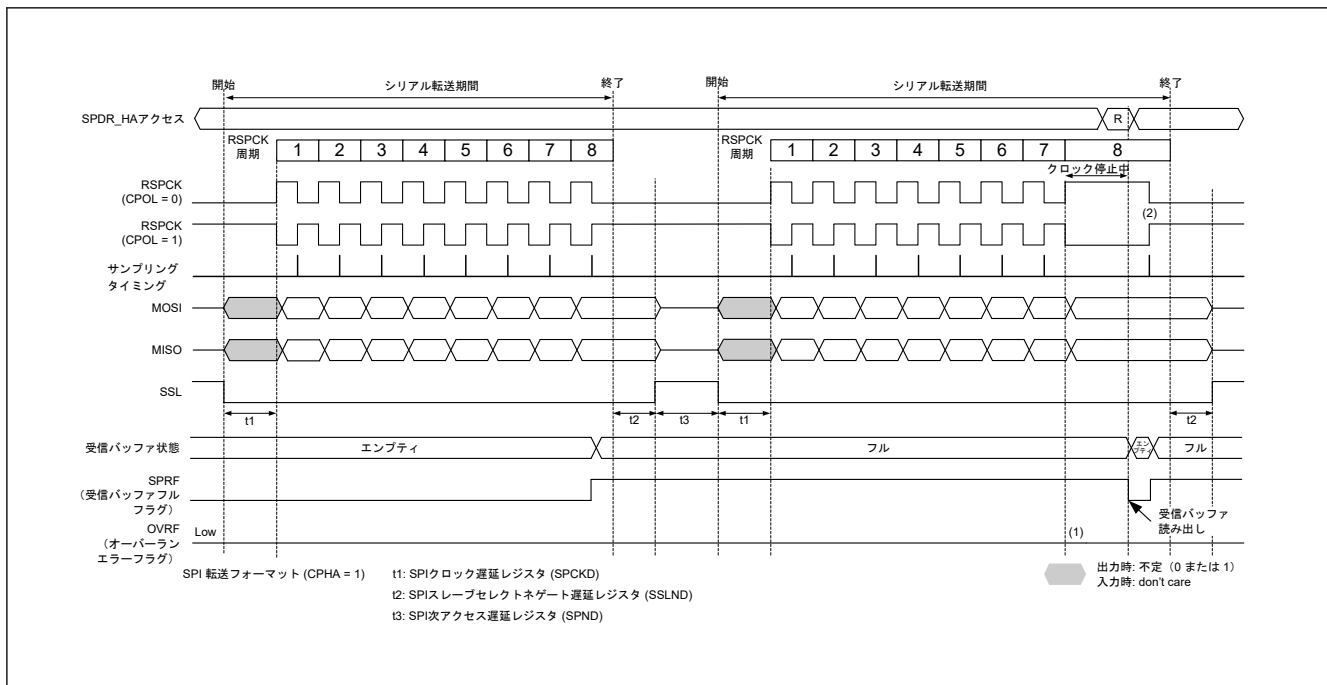
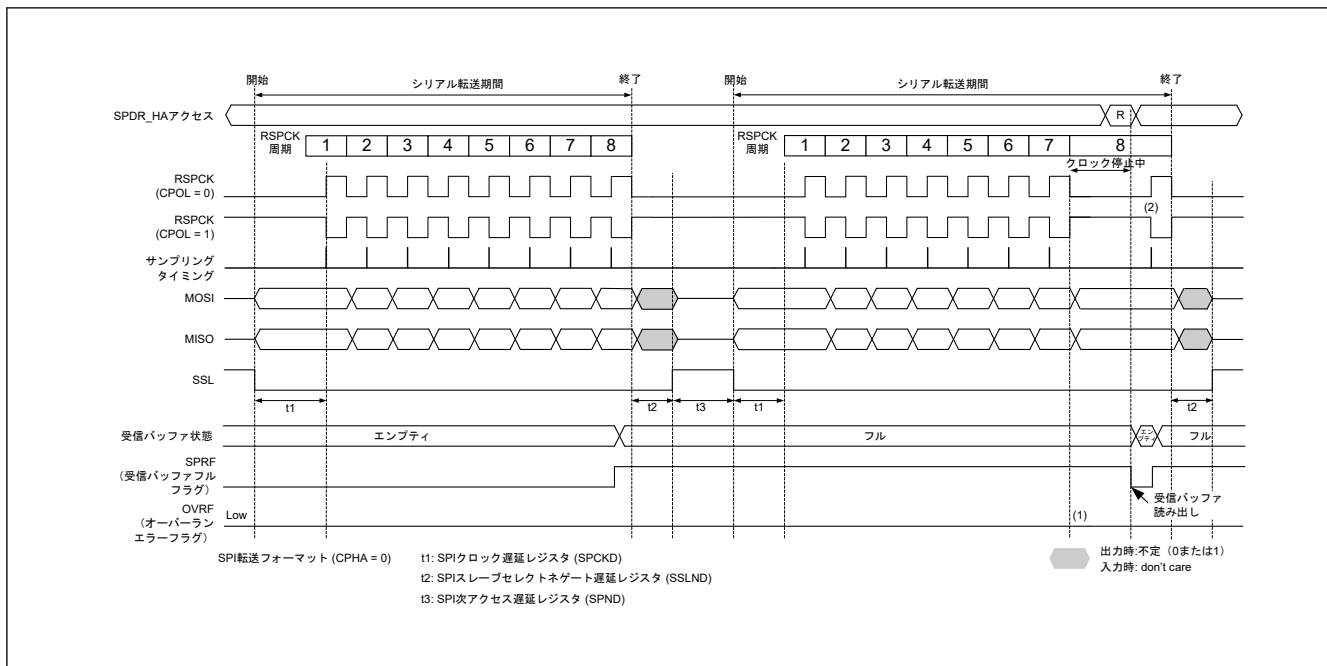

図 32.38 マスターモードの受信バッファフルの状態でのシリアル転送が継続するときのクロック停止波形 (CPHA = 1)
図 32.39 マスターモードの受信バッファフルの状態でのシリアル転送が継続するときのクロック停止波形 (CPHA = 0)
マスターモードで RSPCK 自動停止機能を有効 (SPCR2.SCKASE = 1) にした場合は、オーバーランエラーが発生しません。図 32.38 と図 32.39 に、マスターモード時の受信バッファフルの状態でのシリアル転送が継続するときのクロック停止波形を示します。
以下に、図 32.38 および図 32.39 の (1)、(2) に示したタイミングでのフラグ動作を説明します。